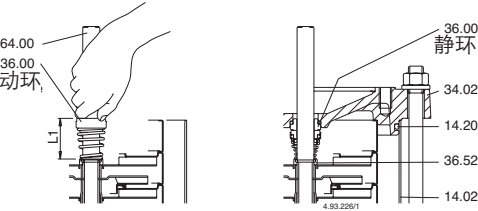

图5 插入机械密封
5.拆下螺丝(61.07)和笼型支架(32.00),其和轴承(66.00)及联轴器(64.22)作为整体从上端盖(34.02)顺轴(64.00)抽出(图5)。
检查安装前后的长度并把动环升高到与原始长度(L1 图5)一致。